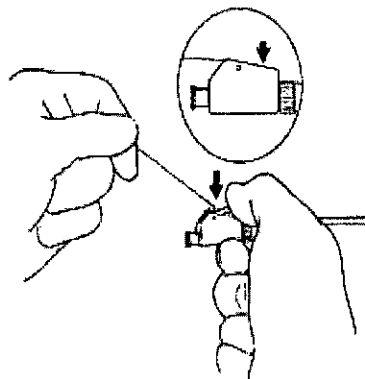

Fig. 2
15. Mantenga la tracción en el monofilamento y presione hacia abajo la palanca de la leva de bloqueo hasta que se oiga un chasquido. Así, el lazo distal del catéter queda bloqueado en su posición. **(Fig. 2)**